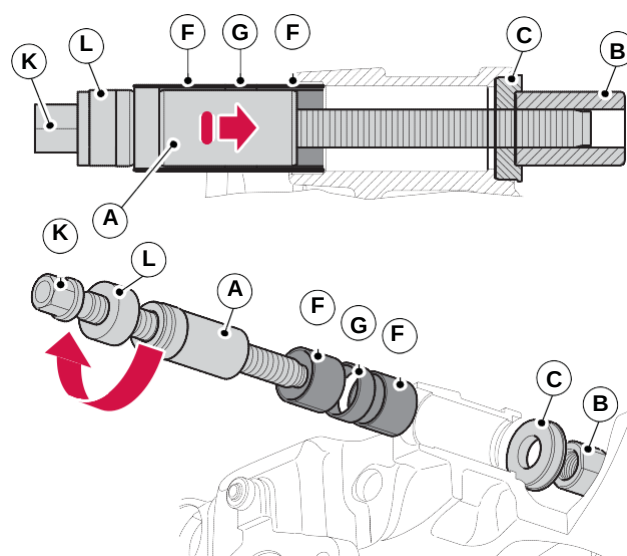

Figura 59. Conjunto DE ferramentas para rolamentos deslizantes principais
2. Para instalar os dois novos rolamentos (F) e o novo espaçador (G) no lado dianteiro, monte em sequência as ferramentas especiais Haldex P/N's 95230 (K), 95423 (L), 95219 (A), 95221 (C) e 95220 (B), pré-carregadas com as novas peças, conforme mostrado na figura 59.
3. Uma vez instalado corretamente, gire a ferramenta roscada no sentido horário, que puxará para a posição os dois rolamentos (F) e o espaçador (G) completos.